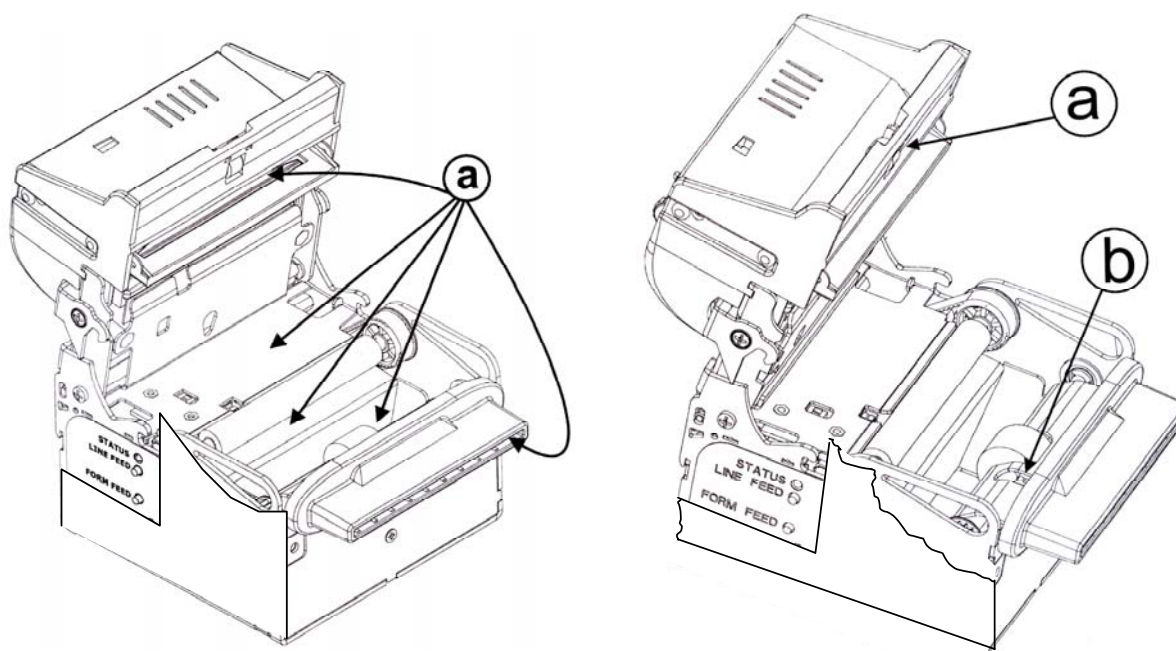

Рисунок 7.3 - Места проверки механизма печати на засоренность
Внутри корпуса контроль проводить в местах, указанных на рисунке (Рисунок 7.3).
7.4.5 Проверку механизма печати на засоренность следует выполнить в местах, указанных на рисунке (Рисунок 7.3). Слева позицией "а" указаны щели входа и выхода ленты, щель ножа автоматической отрезки и валик выталкивания ленты. Справа позиция "а" - пластмассовая направляющая на внутренней поверхности крышки, позиция "b" - датчик выхода ленты. Если бумажная пыль обнаружена, следует удалить ее при помощи мягкой ткани.